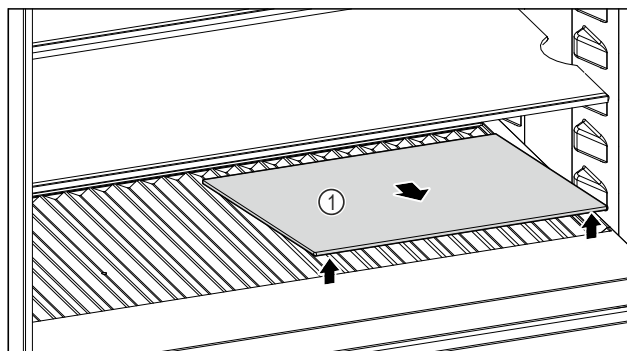

Fig. 206
- Skleněnou desku Fig. 206 (1) zvedněte za vybrání vpředu a vyjměte ji.
- Skleněnou desku Fig. 206 (1) uložte bezpečně mimo spotřebič.